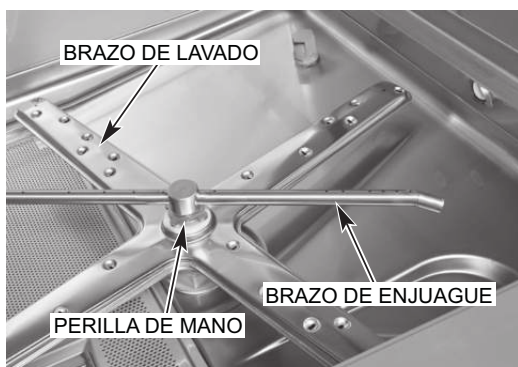

Fig. 21
7. Asegúrese de que los brazos de lavado y enjuague superior e inferior (Figs. 21, 22) giren libremente y estén libres de cualquier obstrucción. Si no es así, retire los brazos y elimine cualquier obstrucción. Consulte la sección Mantenimiento, página 31. **NOTA:** Todos los modelos PW20n tienen dos juegos de brazos de lavado y enjuague superior e inferior.